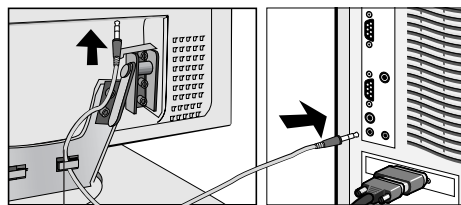

Figure A.1
2. Déposez les caches de connecteur et de câble. Connectez le câble audio à la prise " ENTRÉE AUDIO " à l'arrière du moniteur et l'autre extrémité au terminal " Sortie audio " de l'ordinateur. Placez le câble audio sous l'attache B (**Figure A.1**).